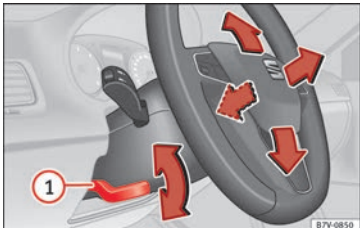

Fig. 24 Ajuste mecánico del volante.
- Mueva la palanca » **fig. 24** **1** hacia abajo.